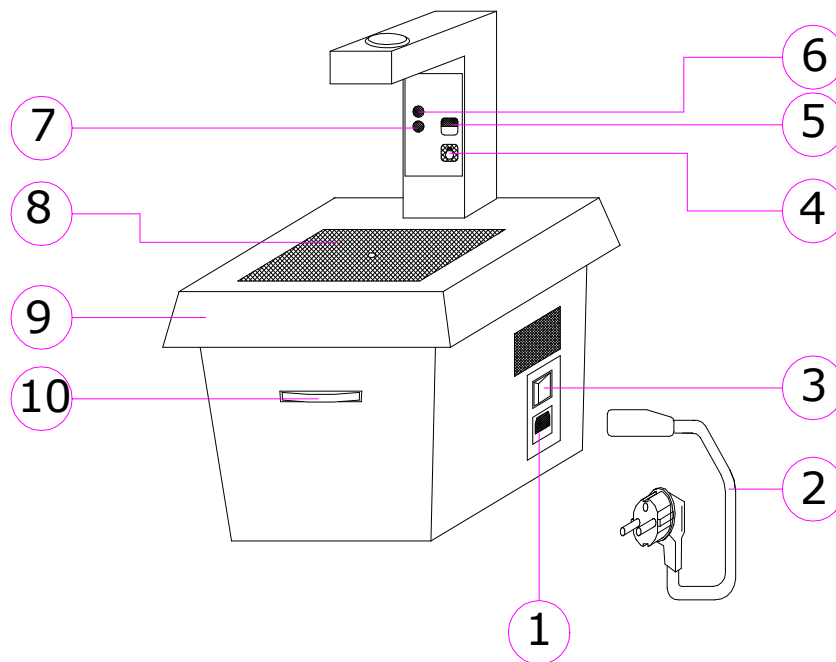

FIG 2
3.1 - Descripción de los mandos (Fig. 2)